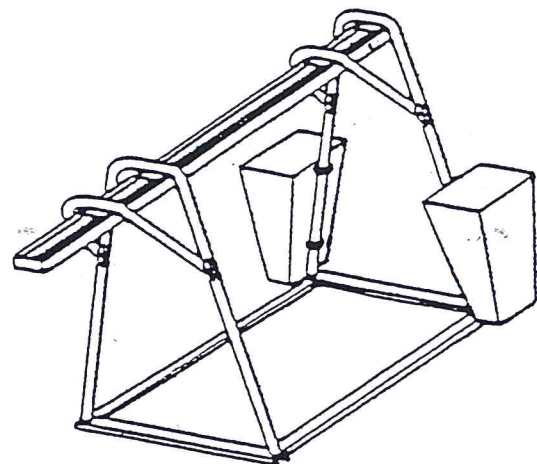

Fig. 3a
- 5) Bevestig twee ballastbakken onderaan de palen van de achterste boog van de brug. Zet de bevestigingsbouten stevig vast (zie fig. 3a).